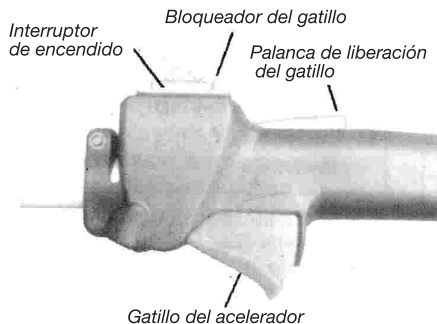

Imagen 24
1. Ajuste el gatillo del acelerador a velocidad de ralentí. (Imagen 24):